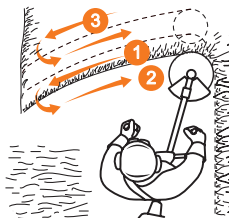

Рис. 12
- Для кошения густой высокой травы перемещайте режущую часть медленно и осторожно. Скашивание травы производите на максимальных оборотах двигателя (в режиме «TURBO») справа налево, возвращайте триммерную катушку по уже скошенной траектории (Рис. 12).